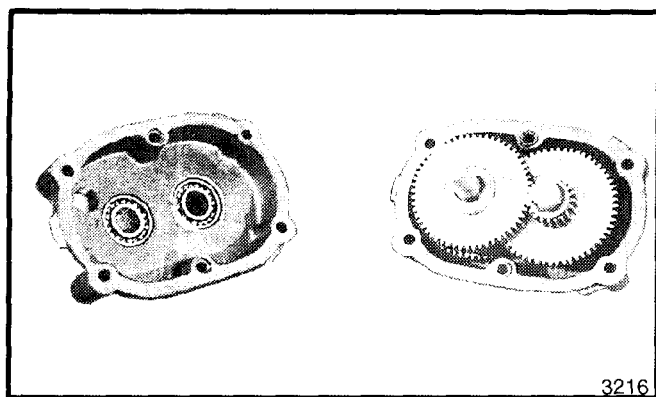

Figura 33. Scatola della trasmissione aperta
5. Levare la viteria residua. Fare attenzione a quale dei due lati sia l'interno e quale l'esterno, per poterli rimontare in maniera corretta. Usando un martello con la testa soffice, martellare leggermente sulle linguette per rompere la guarnizione e dividere le due metà (vedere figura 33)